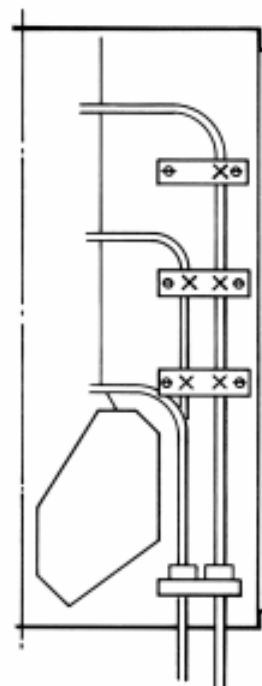

Fig. 24 Fissaggio cavi (entrata dal basso)
- Fissare il cavo e il relativo terminale (fig. 24), provvedendo inoltre alla chiusura della feritoia d'ingresso cavi con il setto di separazione.
- Fix the cable and relative terminal (fig. 24), and also close the cable input slot with the separation baffle.